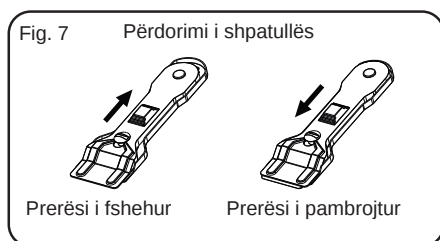

Fig. 7
- Pasi do të përfundoni me shpatullën, mblidhni prerësin dhe mbyllni (shih Fig. 7).